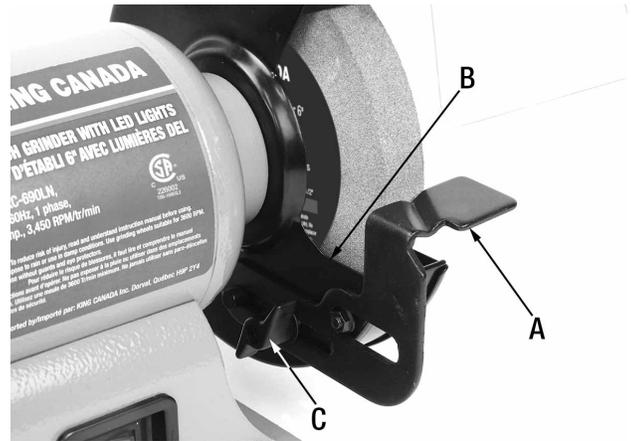

FIGURE 7
1. Positionnez le porte-outil droit (A) Fig.7 contre le protège-meule droit (B), tel que montré. Fixez le porte-outil du côté droit à l'aide du bouton de verrouillage (C). Répétez l'opération pour le porte-outil du côté gauche. Au fur et à mesure que les meules sont usées, réajustez les porte-outils pour maintenir une distance de 1/16" par rapport à la meule.